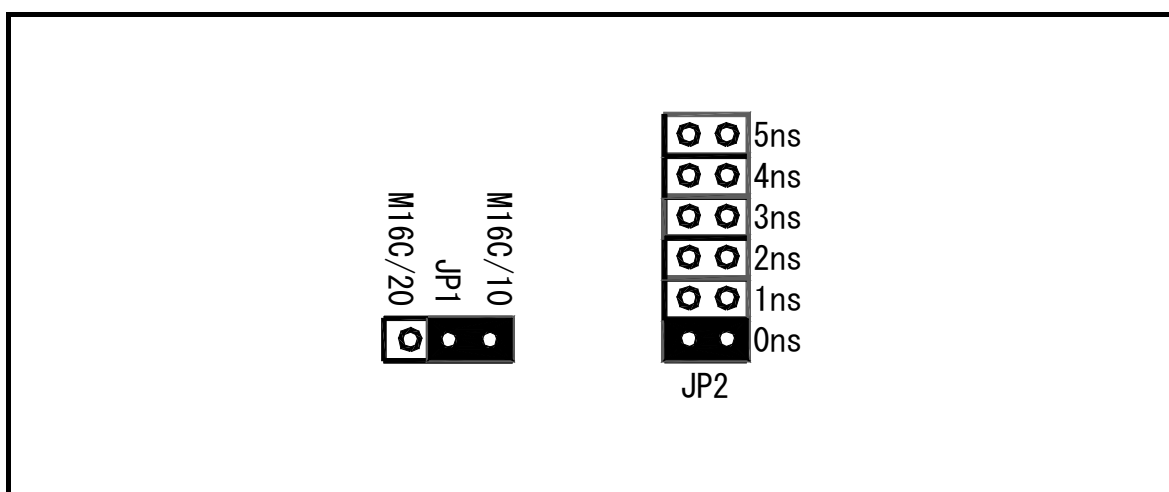
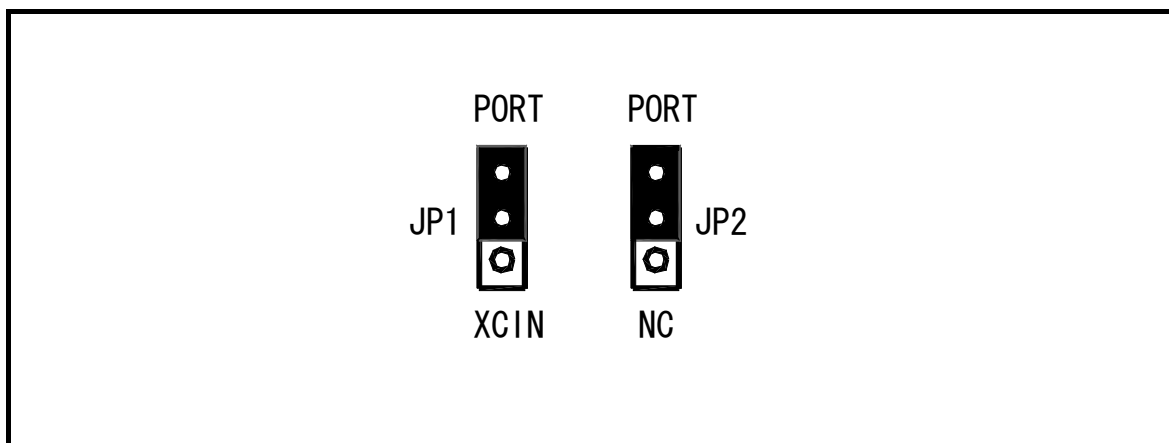

図3.3 セルフチェック時の M30100T3-RPD-E 内のスイッチ設定 (=出荷時の設定)
図3.4 セルフチェック時の FLX64-PRB のスイッチ設定 (=出荷時の設定)
- (1) ユーザシステムが接続されている場合は、ユーザシステムを外してください。
- (2) エミュレーションポッド内のスイッチ設定を出荷時の設定(図 3.3)にしてください。
- (3) エミュレーションポッドのFLX64-PRBのスイッチ設定を出荷時の設定(図 3.4)にしてください。
- (4) 電源投入後、2 秒以内にPC4701 フロントパネルのシステムリセットスイッチを押します。
- (5) “SAFE” のLED が点滅開始するのを確認後、もう一度システムリセットスイッチを押してください。
- (6) セルフチェックを開始します。約 40 秒で正常終了表示されればセルフチェック終了です。
- M30100T3-RPD-E内およびFLX64-PRB上のスイッチが出荷時の設定(図 3.3, 図 3.4)になっているかご確認ください。